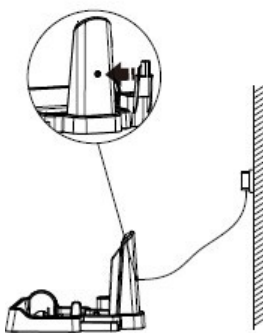

Fig. 13
- I. Inserire l'alimentatore nella presa di corrente, vedere Fig.13.